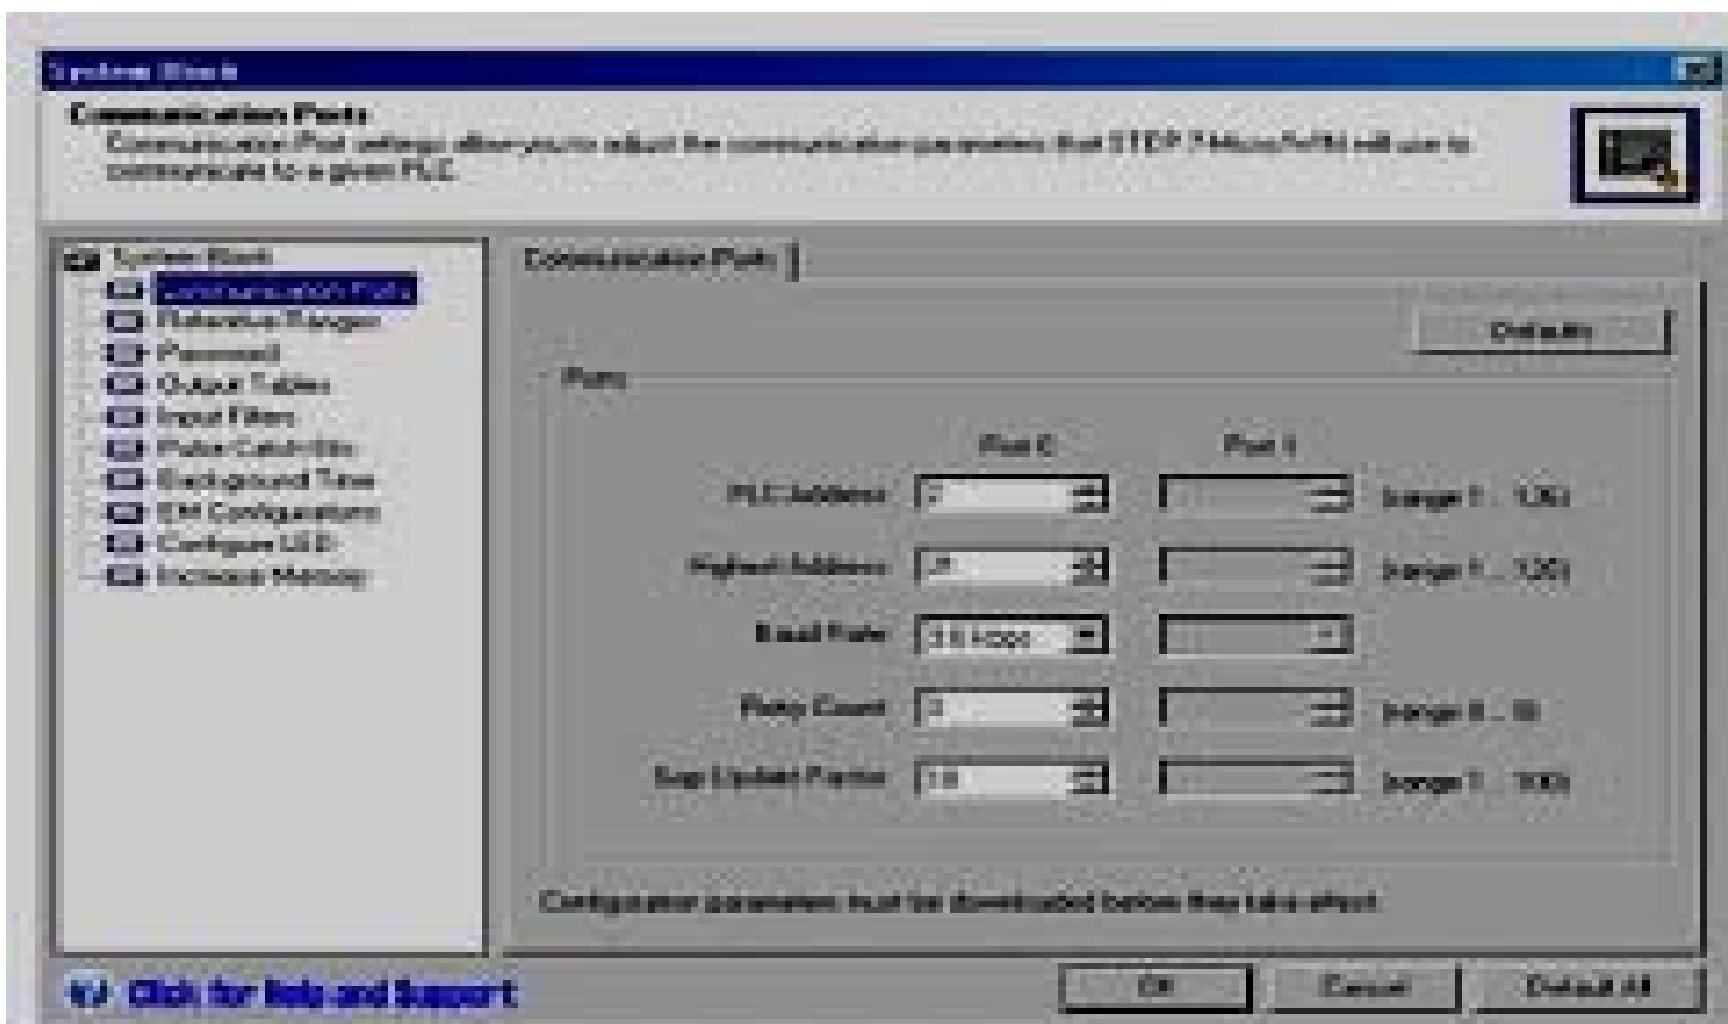

图 7-4
- 如图7-4所示，使用**STEP 7--Micro/WIN**为**S7--200**设置波特率和站地址。可以在操作栏中点击系统块图标或者在命令菜单中选择**View > Component > System Block**，然后执行以下步骤：